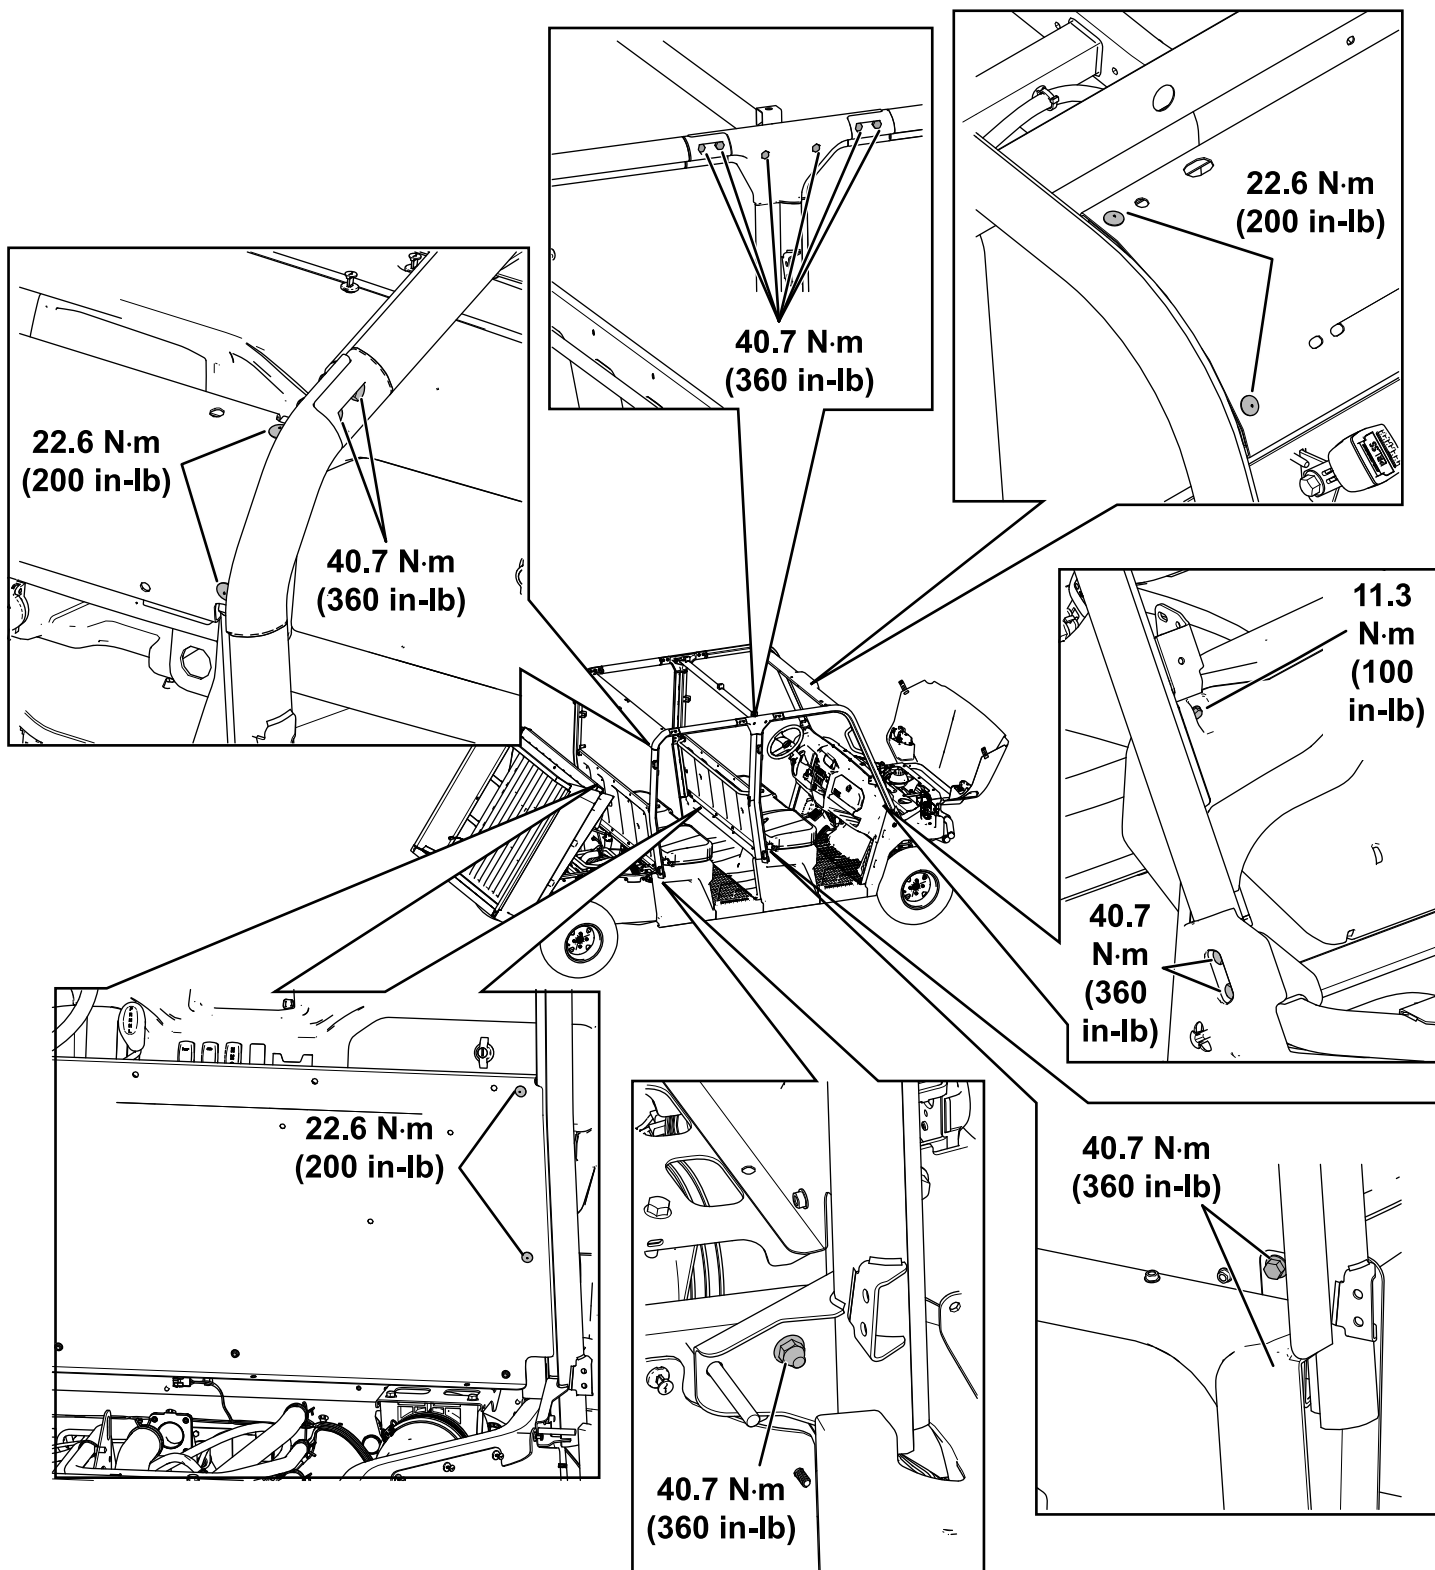

Figura 58
25. Apriete las fijaciones según las especificaciones indicadas en la **Figura 58**.